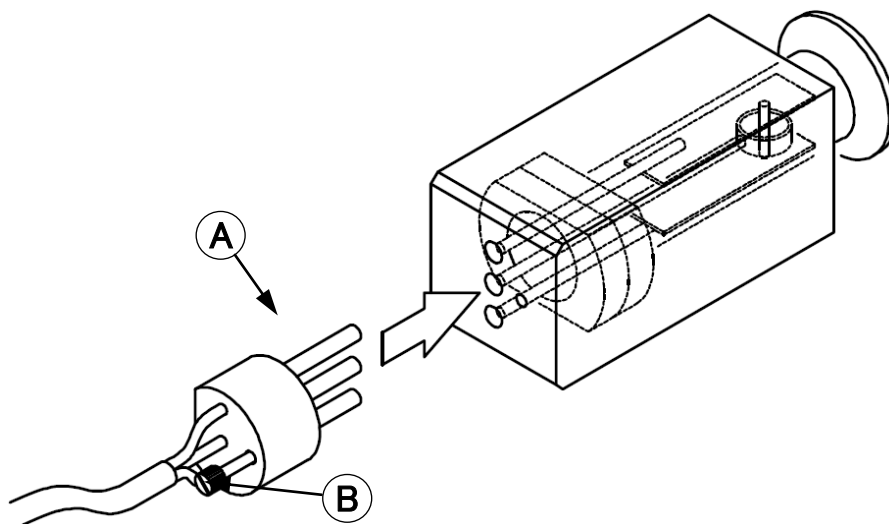
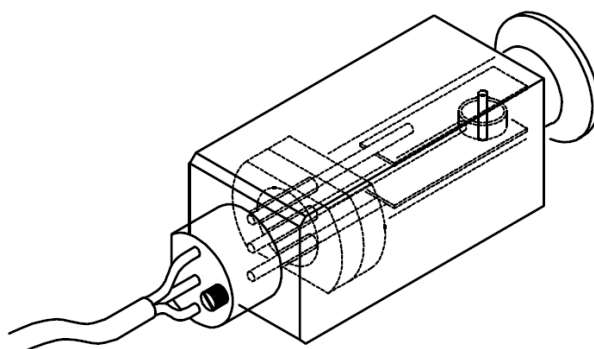

図 9 コネクタ取付 1 (図は NW25 の場合)
図 10 コネクタ取付 2 (図は NW25 の場合)
- (1) センサコネクタは、「図 9 コネクタ取付 1」のように(A)奥まで差し込んでから、(B)ローレットネジで固定します。
- (2)奥までコネクタが差し込まれていないと動作しません。
- (3)「図 10 コネクタ取付 2」のように、奥まで差し込まれたか、良く確認してください。